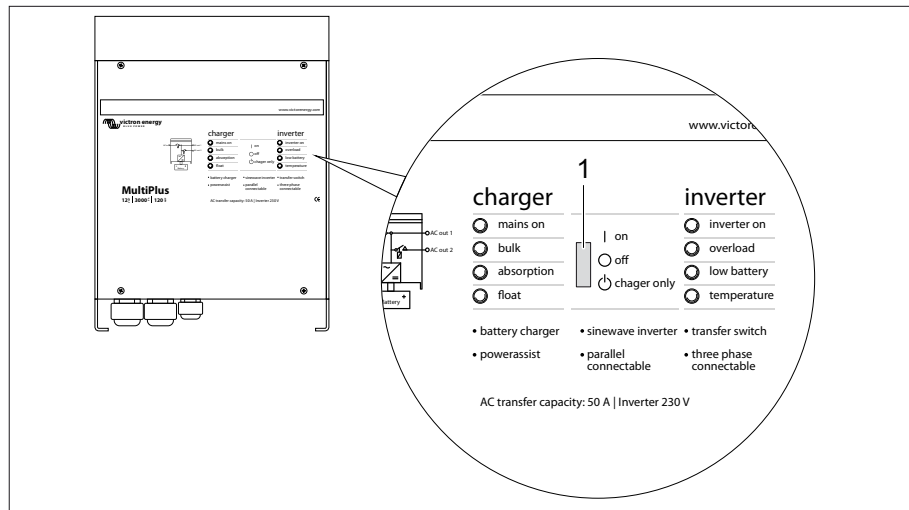

Bild 238 Växelskiftare MultiPlus
För korrekt funktion hos den Digital Multi Control-panelen måste vippknappen på växelskiftaren MultiPlus (Bild 238,1) stå i läge "on".
(Bild 238,1)
- ▷ Om ingen 230 V-anslutning föreligger och fordonet inte längre används måste vippknappen (Bild 238, 1) stå i läge "off". Annars kan det hända att batterierna är tomma efter senast 3–4 dagar.